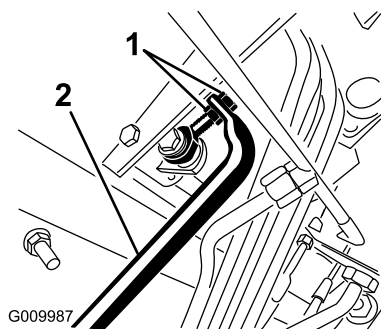

図 72
5. ポンプのロッドの端部についているジャムナットを調整する前進回転をなくすにはポンプのコントロールチューブを前へ動かし、後退回転をなくしたい場合には、後ろへ動かす 図 72。